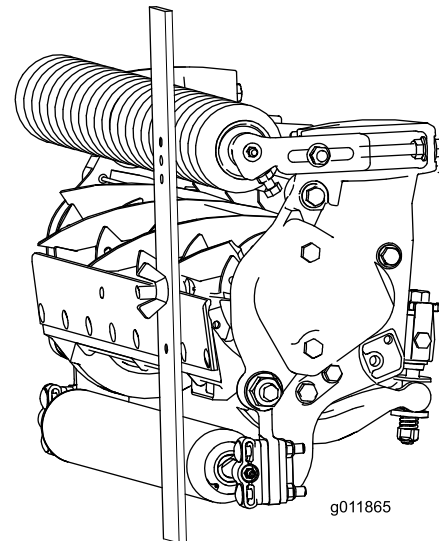

Figura 16
3. Enganche la cabeza del perno sobre el filo de la contracuchilla y apoye el extremo trasero de la barra sobre el rodillo trasero (Figura 16).
4. Gire el perno de ajuste hasta que el rodillo delantero entre en contacto con la barra de ajuste (Figura 16). Ajuste ambos extremos del rodillo hasta que el rodillo esté paralelo a la contracuchilla en toda su longitud.